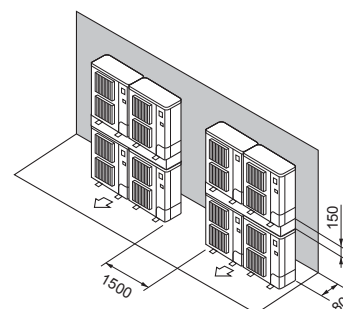

Fig. 2-15
- ⑦ Disposição de unidades sobrepostas (Fig. 2-15)